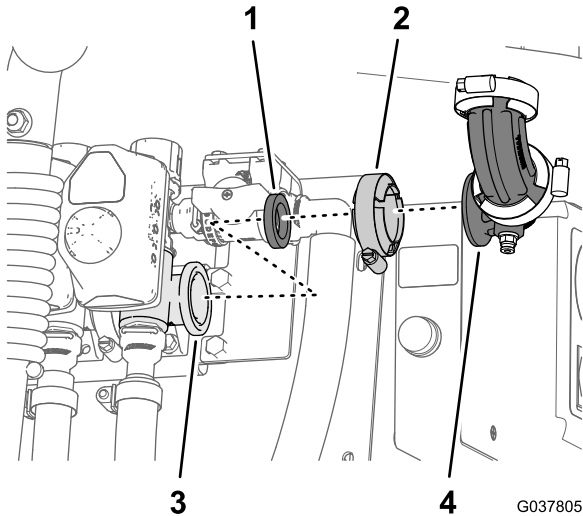

図 89
1. 右側ブームバルブのフランジにあるフランジクランプ、90°エルボアセンブリ、ガスケットを取り外す 図 89。